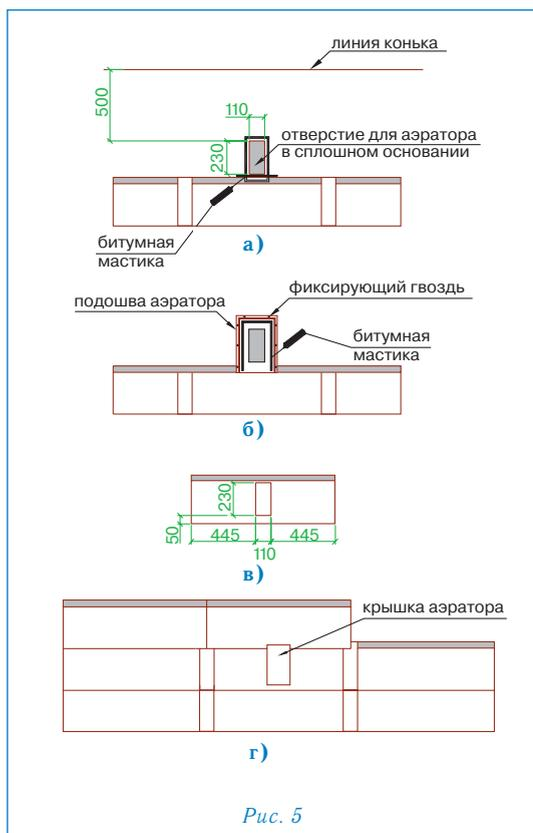

Рис. 5
Установка аэратора (рис. 5)
- В сплошном основании кровли прорезается отверстие 11×23 см, расположенное согласно рис. 5а;
- корпус аэратора устанавливается поверх отверстия и фиксируется гвоздями из нержавеющей стали; по верхней и боковым сторонам подошвы корпуса также наносится битумная мастика (рис. 5б);
- далее укладывается очередной ряд черепицы; подошва аэратора при этом закрывается листом ПРЕСТИЖ НОВЫЙ РИМ с заранее прорезанным в нем отверстием (рис. 5в);
- на корпус аэратора устанавливается крышка, которая фиксируется нажатием (до щелчка) (рис. 5г).